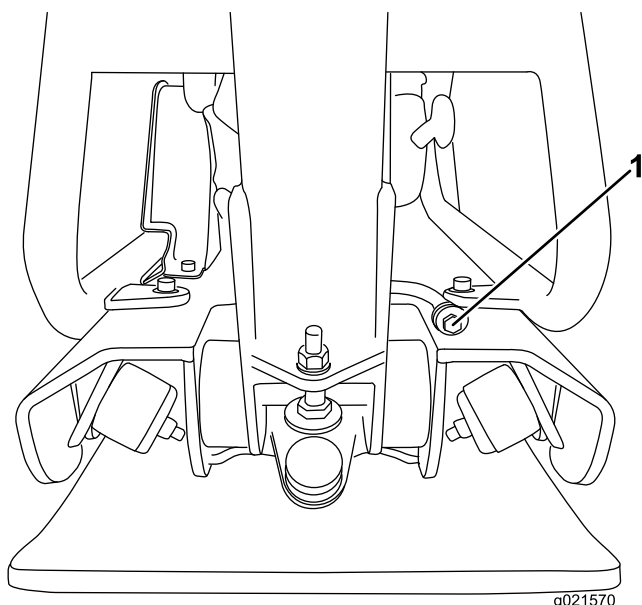

Figure 20
3. Enlevez le bouchon de vidange (Figure 20).